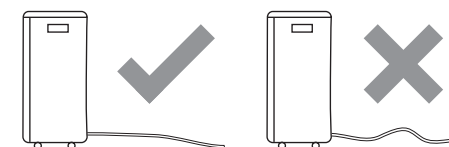

Рис. 24
- ☑ Убедитесь в том, что высота дренажного шланга или любой его части не находится выше уровня сливного отверстия кондиционера (см. рис. 24). В этом случае полностью опорожнить резервуар для конденсата не удастся.